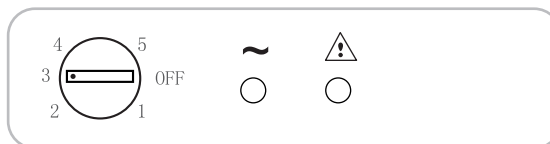

Fig. 1
- Le réglage de la température des deux compartiments est effectué en tournant le bouton du thermostat (Fig. 1).